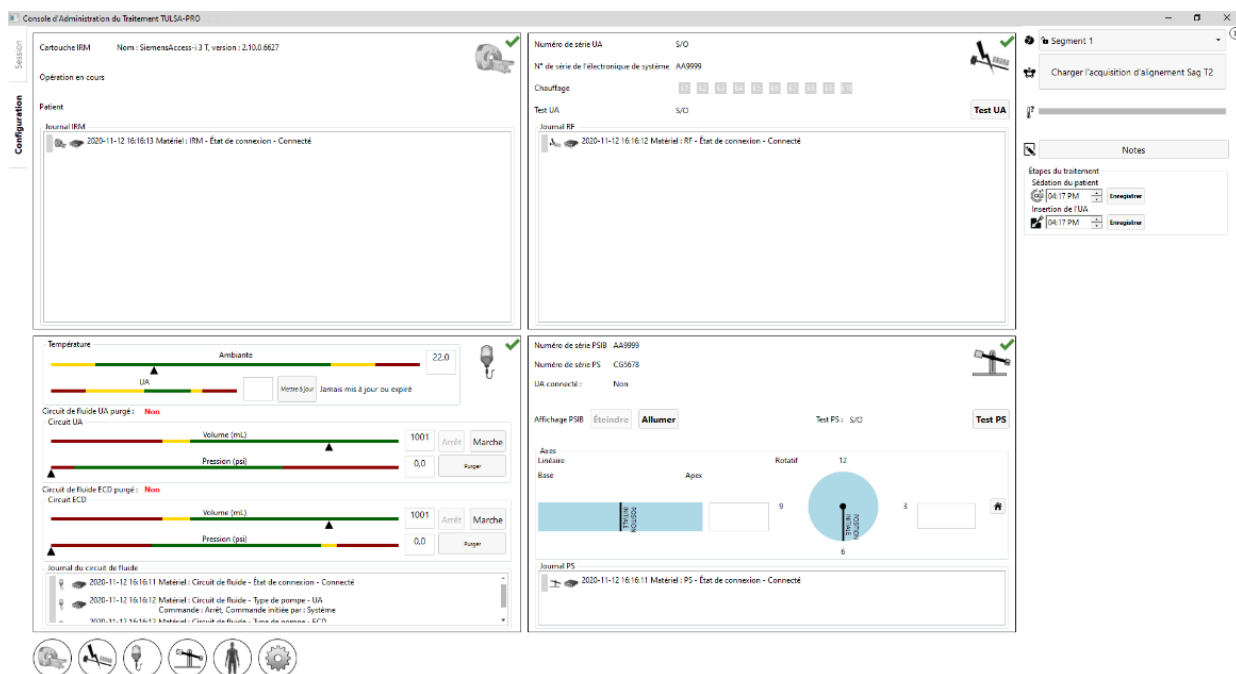
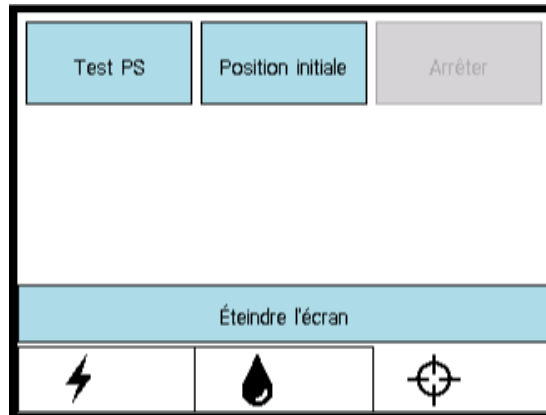
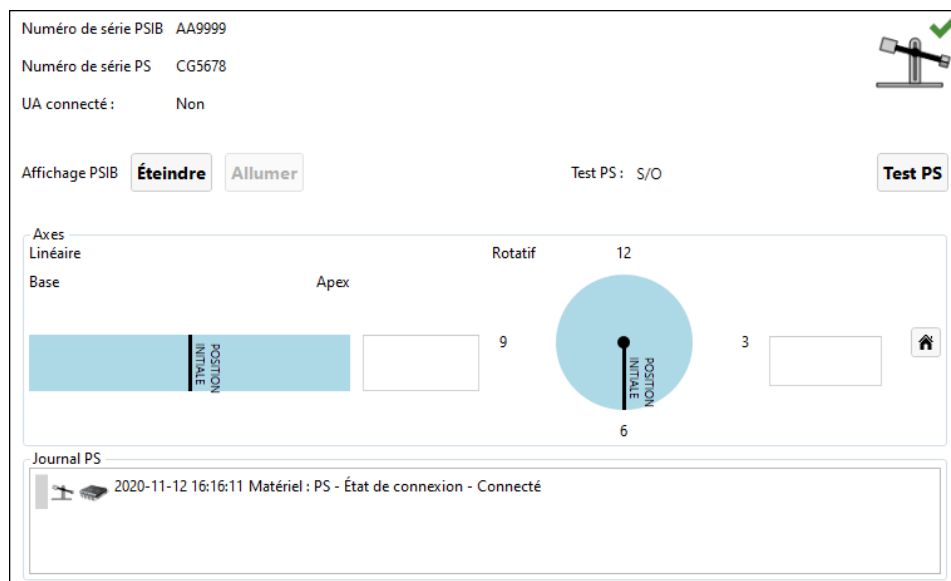

Figure 8 : Espace de travail Configuration de la TDC
Figure 22 : Écran du PSIB - Onglet PS
Figure 23 : Encadré informatif PS dans l'espace de travail Configuration
2. Après avoir sélectionné **Nouvelle session**, l'utilisateur arrive dans l'espace de travail **Configuration** (Figure 8), qui permet de vérifier que tous les équipements fonctionnent correctement avant de poursuivre. Une coche verte apparaît dans le quadrant IRM de l'espace de travail Setup (Configuration) si l'ordinateur de la TDC et l'ordinateur hôte du système IRM peuvent communiquer entre eux et si un dossier patient est actuellement ouvert avec l'ExamCard TULSA-PRO sur la console IRM.
Sur l'écran du PSIB, cliquer sur **Test PS** (Tester le PS) (Figure 22). (Cela peut également être fait depuis l'espace de travail *Configuration* [Figure 8] de la TDC dans l'encadré informatif du PS dans la partie inférieure droite Figure 23.)